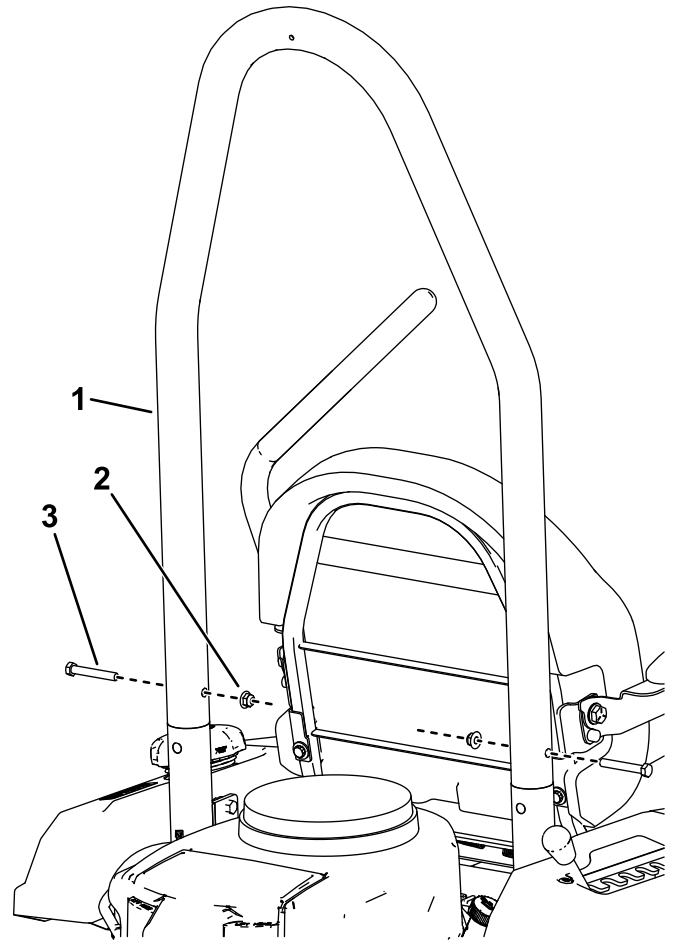

Figura 12
4. Con l'angolo del tubo del ROPS rivolto verso la parte anteriore della macchina montate il tubo del ROPS sui suoi supporti con 2 bulloni ($\frac{3}{8}$ " x $2\frac{1}{2}$ ") e 2 dadi di bloccaggio ($\frac{3}{8}$ ") come mostrato nella Figura 12.